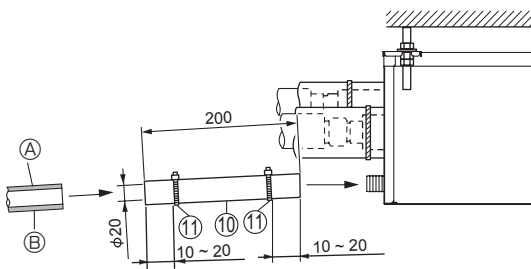

Fig. 8-1
- (1) Geben Sie PVC-Kleber (zusätzlich zu erwerben) an den Drainageanschluss am Verteilerkasten und schieben Sie den vormontierten Drainageschlauch ⑩ so weit wie möglich auf den Anschluss. (Fig. 8-1)
- (2) Führen Sie ein Rohr aus Hart-PVC (VP-16, zusätzlich zu erwerben) in den vormontierten Drainageschlauch ⑩ und verkleben und befestigen Sie ihn. (Fig. 8-1)
- (3) Befestigen Sie eine Schlauchschelle ⑪ an dem vormontierten Drainageschlauch ⑩. (Fig. 8-1)